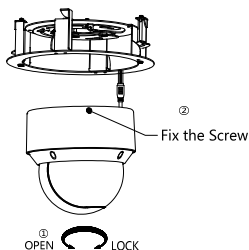

Abbildung 2-13 Fixieren der Kamera
6. Fixieren Sie die Kamera mit der Schraube wie in Abbildung 2-13 dargestellt.